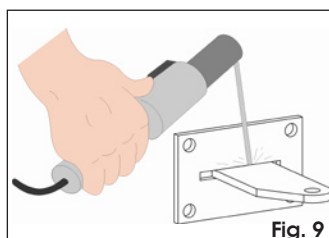

Fig. 9
- i- Saldare la staffa posteriore alla piastra ad avvitare inserendola nell'apposita fessura (Fig. 9).